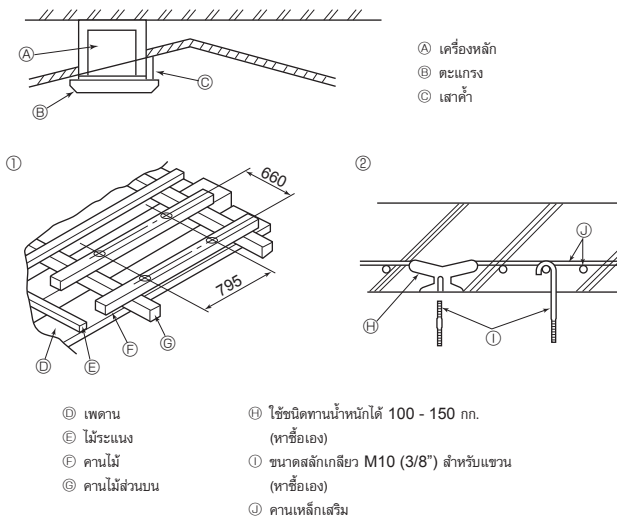

Fig. 2-4
2.4. โครงสร้างการแขวนเครื่อง (การเพิ่มความแข็งแรงในการยึดเครื่อง) (Fig. 2-4)